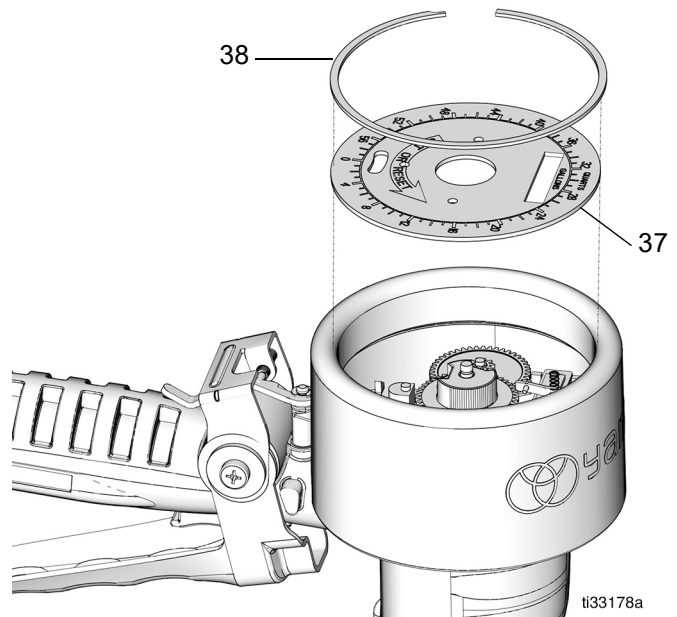

図 10
4. 大きな保持クリップ (38) を外し、次に目盛盤 (37) を外します(図 10)。